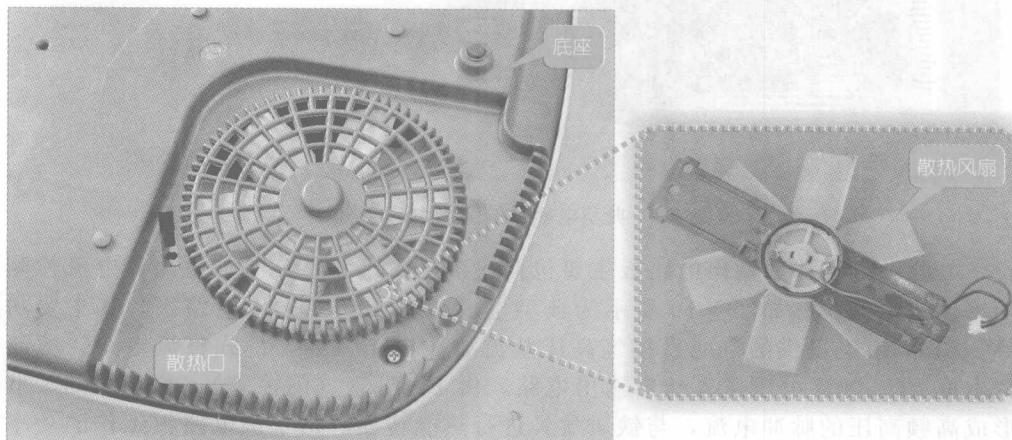

图 1-7 散热口
(3) 电磁炉的散热口位于底部，如图 1-7 所示。电磁炉内部产生的热量可以通过散热风扇的作用，由散热口及时排出，降低炉内的温度，利于电磁炉的正常工作。